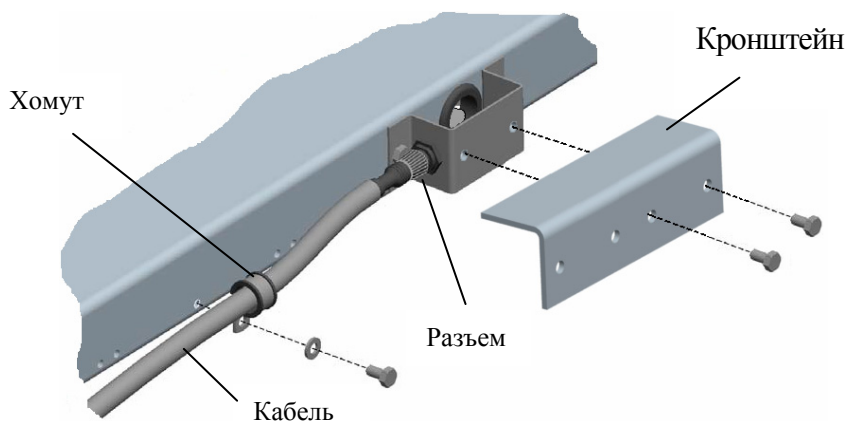

Рис. 5.1 Подключение кабелей
5.6 Привинтить кронштейны (4шт.) для защиты разъемов от механических ударов, Рис. 5.1.